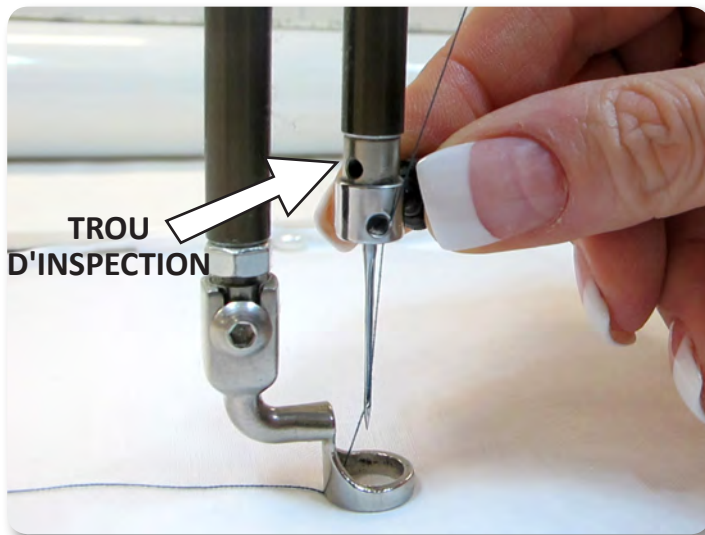

Figure 7
3. Desserrez suffisamment la vis à oreilles du collier de serrage de la barre d'aiguille (voir Figure 7) pour vous assurer que l'aiguille peut être insérée jusqu'en haut du trou d'inspection.
4. Avec l'entaille (située à l'arrière de l'aiguille juste au-dessus du chas) tournée vers le côté volant de la machine, et la longue rainure située en bas de la partie avant de l'aiguille tournée vers le côté boîtier de canette (voir figure 7), poussez entièrement l'aiguille dans la barre d'aiguille, jusqu'à ce qu'elle ne puisse pas aller plus loin. Regardez dans le trou d'inspection pour vérifier que le talon de l'aiguille atteint le haut du trou.